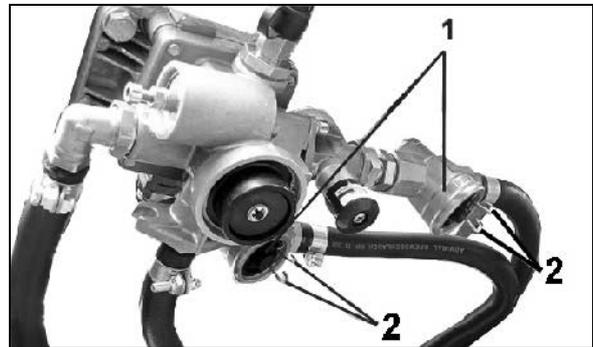

Рис. 73
Очищайте оба фильтра (Рис. 73/1) каждые 3 месяца (при сложных условиях эксплуатации – чаще). Для этого:
- (1) Сожмите обе лапки (Рис. 73/2) и извлеките замок в сборе с кольцом круглого сечения, нажимной пружиной и патроном фильтра.
- (2) Очистите (промойте) патрон фильтра бензином или растворителем и высушите сжатым воздухом.